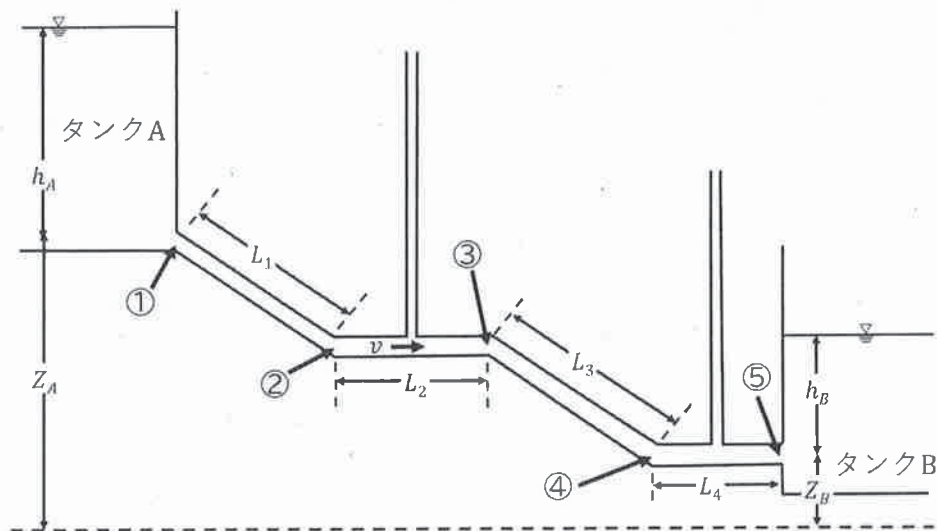

図 4.1：タンク A とタンク B が繋がる単線管路
図 4.1 のとおり，タンク A とタンク B とが同一直径 D の円管で接続されており，途中に 2 本のマノメータが設置されている。タンクから円管へと接続する箇所①の損失係数は f_e ，屈折箇所②③④の損失係数はいずれも f_b ，円管からタンクへと接続している箇所⑤の損失係数は f_o ，円管の部材に伴う摩擦損失係数は f ，円管内を流れる流体の断面平均流速は v ，重力加速度は g とした場合，次の問いに答えよ。
- (1) タンクから円管へと接続する箇所①，屈折箇所②および③での損失水頭をそれぞれ示せ。
- (2) タンク A～B 間における全ての損失水頭を H とおいた場合， H を問題文および図 4.1 で示した文字のみで表現せよ。
- (3) 円管内を流れる流体の断面平均流速 v を，問題文および図 4.1 で示した文字のみで表現せよ。